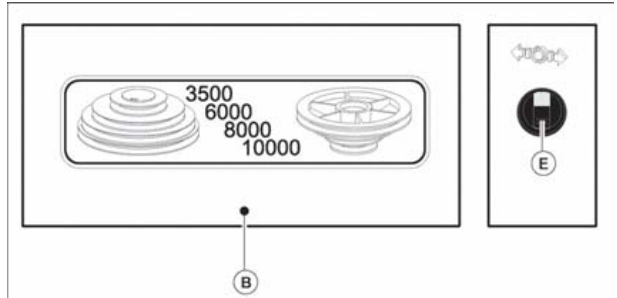

Fig. 9.3-1
Posizioni e relative velocità sono illustrate sulla targhetta (B fig. 9.3-1). Queste velocità si ricavano cambiando posizione alla cinghia del motore, spostandola nelle diverse gole corrispondenti alla velocità scelta operando come di seguito illustrato.
con il selettore (E fig. 9.3-1) ruotato su (☹) (lampada spia accesa) la macchina è in condizione di sicurezza.
- 2) Sbloccare il freno ruotando il selettore (E fig. 9.3-1-1) in posizione (☹) (lampada spia accesa).